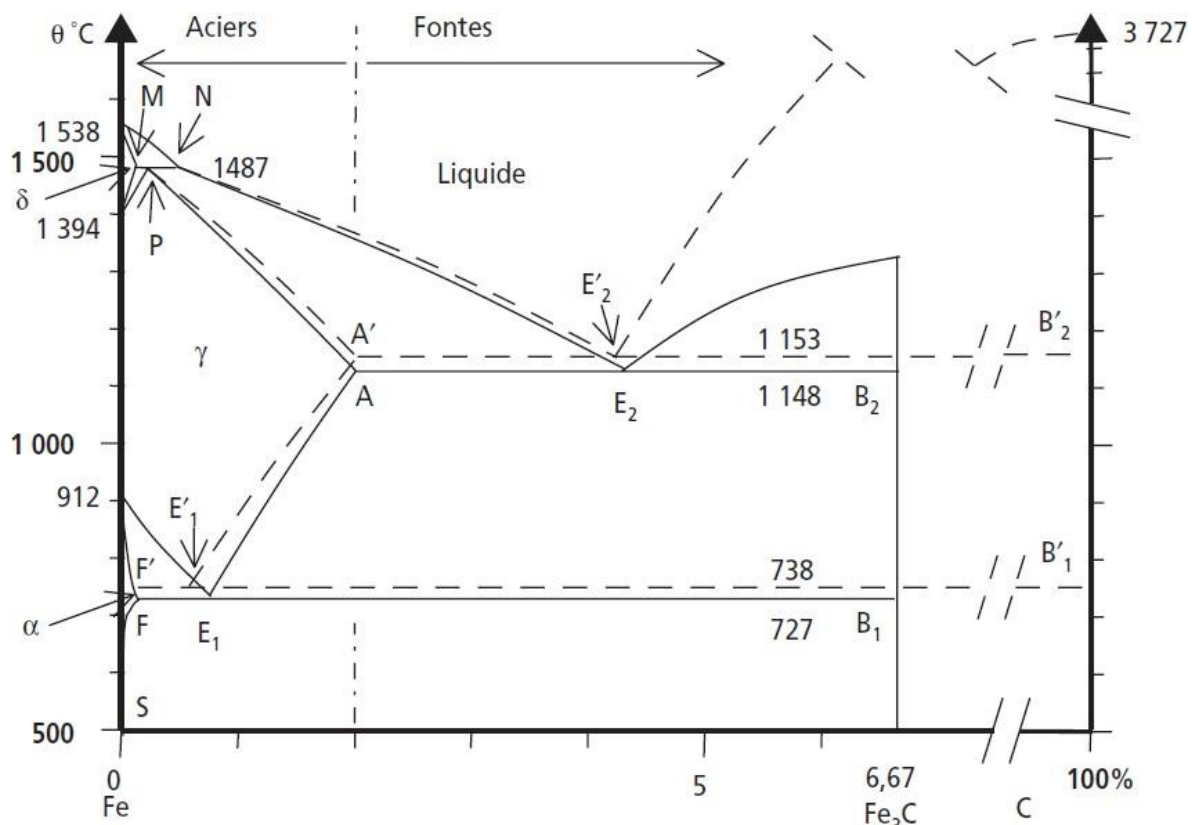

Figure V.2 : Diagrammes Fe-C pour les aciers et les fontes.
- **Diagramme métastable Fe-Fe₃C** : La première produit une phase riche en carbone de formule Fe₃C appelé carbone de fer ou cémentite. Le diagramme correspondant est dit métastable ou à cémentite. (Figure V.2).
- **Diagramme stable Fe-C** : La deuxième forme une phase riche en carbone qui reste à l'état de graphite pur C, qui a une miscibilité nulle avec le fer. Le diagramme correspondant est dit stable ou à graphite. Son obtention exige la décomposition du carbone Fe₃C en refroidissant avec une vitesse très lente et en ajoutant un catalyseur à grande pouvoir de graphitisation tel que le silicium. (Figure V.2).